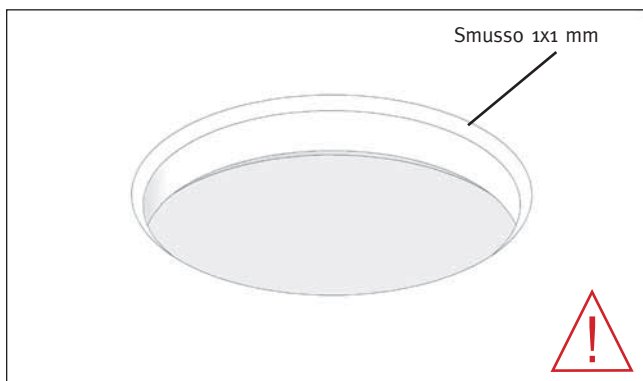

Fig. A3
- Lungo il profilo superiore del foro, prevedere uno smusso con raggio minimo di 1x1 mm. Un trattamento finale di levigatura contribuisce a evitare possibili crepe (Fig. A3).